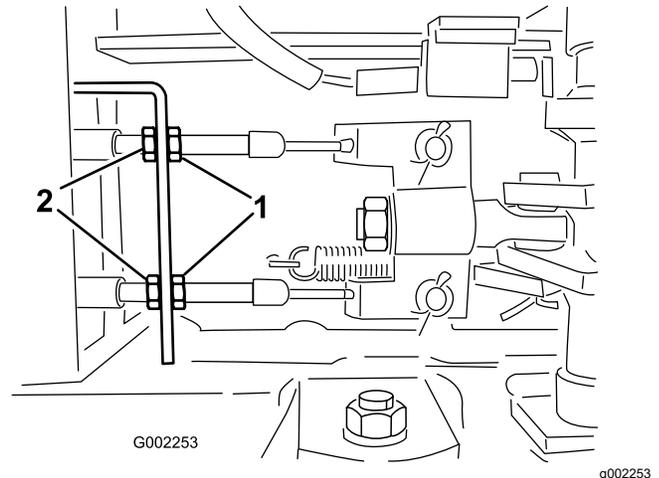

Рисунок 95
5. Ослабьте передние контргайки на тросах тормоза под передним концом опрыскивателя (Рисунок 95).
6. Равномерно затягивайте задние контргайки до тех пор, пока педаль тормоза не будет перемещаться в пределах от 1 до 2 см до ощущения сопротивления (Рисунок 95).